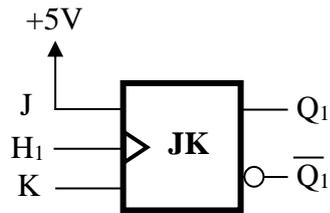

Figure 1a
- 1) Compléter le chronogramme ci-dessous correspondant à la sortie Q_1 de la bascule JK synchronisée sur front montant de la figure 1a: